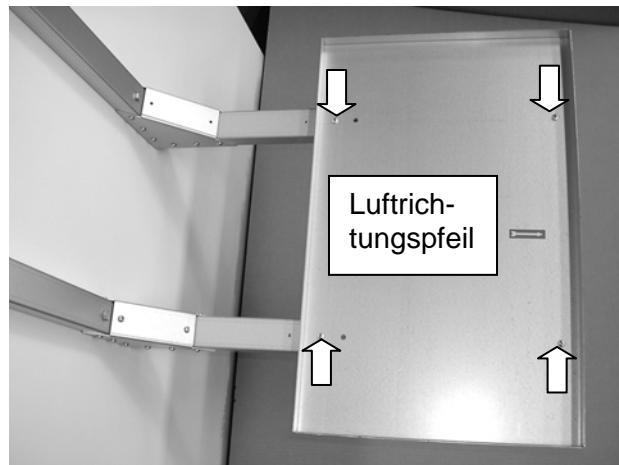

Bild 2
2. Montieren Sie die Konsolplatte so, dass der Luftrichtungspfeil in gleiche Richtung zeigt, wie der Entfeuchter die Luft blasen soll. Bläst der Entfeuchter geradeaus weg von der Wand montieren Sie wie auf Bild 2. Schrauben Sie die Platte mit den vier Schrauben ST4,8x13 (siehe Pfeile auf Bild 2) fest.